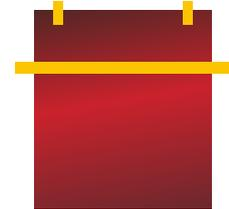

Abbildung 02
- › Mit einem Abdeckband ist im oberen Bereich und bevorzugt auf einer ebenen Fläche ein horizontaler Anschluss zu bilden. (Abb. 02)